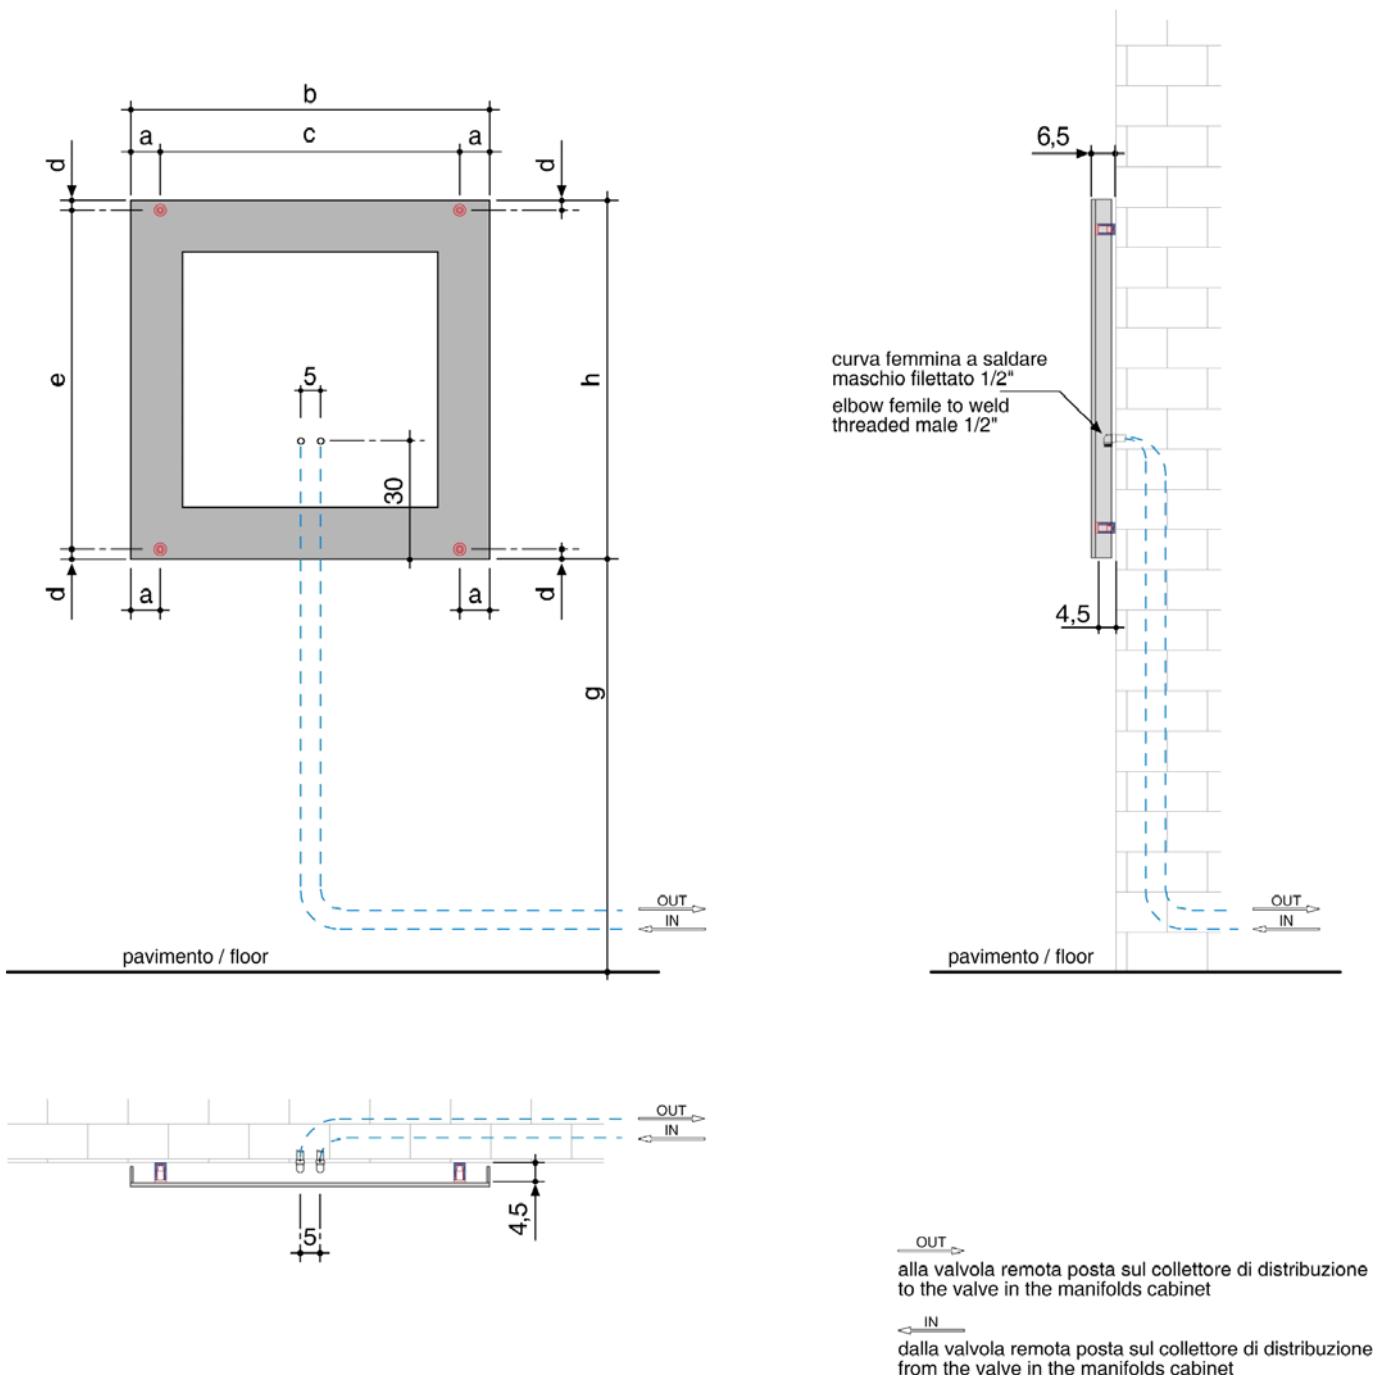
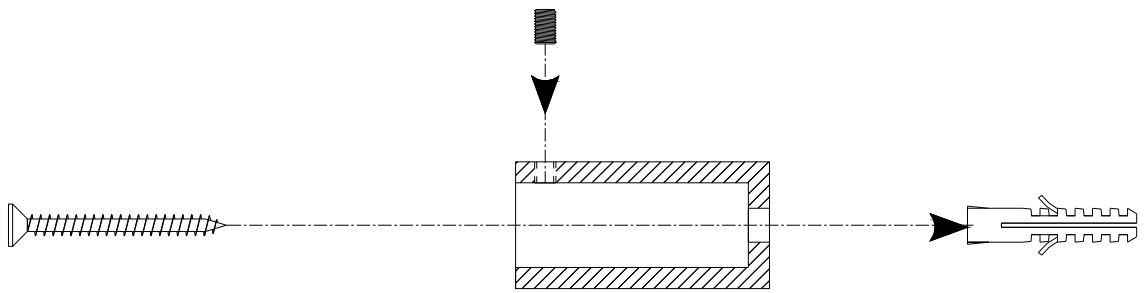

Fig. 1
Fig. 2
Leggere attentamente tutte le istruzioni e le misure per il corretto montaggio del radiatore elencate nella pagina tecnica del catalogo riportata nel presente documento in Fig. 1.
3.1 L'altezza da terra degli attacchi di andata e ritorno dell'acqua è facoltativa. Verificare che la distanza tra il livello del pavimento e la parte più bassa del radiatore non sia inferiore ai 10 cm. Gli attacchi di andata e ritorno dell'acqua dovranno avere un interasse di 5 cm per tubi rame e multistrato; 8 cm per tubi ferro filettati (Fig. 1).
3.2 Fissare al muro i 4 supporti con sede cilindrica (Fig. 2) mediante tasselli idonei alla tipologia della muratura ed in grado di sostenere a parete il radiatore. In dotazione vengono forniti tasselli D.8 mm per cemento armato. Seguire la tabella ed il disegno in Fig. 1 per le quote. Si consiglia di fissare prima i 2 supporti su un lato del radiatore, destro o sinistro, poi di segnare il punto di fissaggio dei restanti 2 appoggiando il radiatore contro la parete.
Read carefully all the instructions and the procedures to be followed to assemble the radiator, as stated in the technical page of the catalogue which is reproduced in this document in fig. 1.
3.1 The water inlet and outlet connections can be placed at any distance from the floor, but make sure that the distance between the floor and the lower part of the radiator is at least 10 cm. The water inlet and outlet connections should have a centre distance of 5 cm for copper and multilayer pipes, 8 cm for threaded iron pipes (fig. 1).
3.2 Fasten the 4 supports with cylindrical seats (fig. 2) to the wall by means of suitable plugs. The plugs must be suitable to type of wall and sturdy enough to carry the weight of the radiator. The radiators are supplied as standard with 8mm diameter plugs for reinforced concrete. Follow the dimensional indications provided in the table and the drawing in fig. 1. Furthermore it is advisable to secure 2 supports on one side (right or left, indifferently) of the radiator first, and then mark the fastening points on the wall for the remaining 2 supports by closing the radiator against the wall.